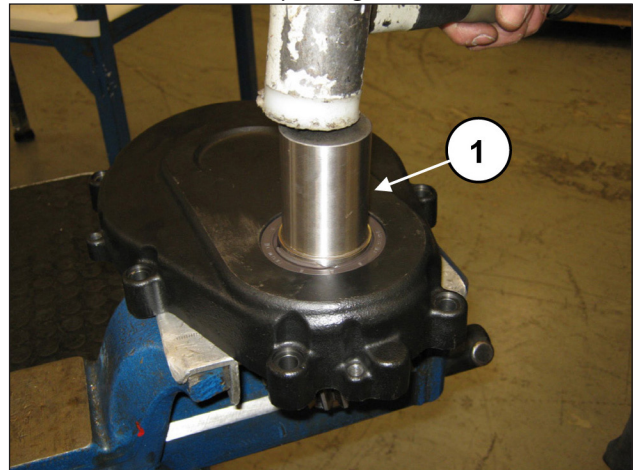

Fig. 8
Désassembler le pignon du couvercle en frappant le pignon à l'aide d'un outil à inertie (rep. ①, Fig. 8).